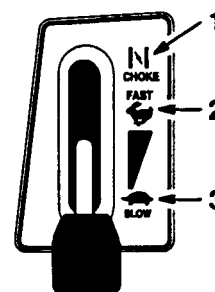

Fig. 10
4. Sæt gashåndtaget på "CHOKER" (CHOKE) (fig. 10).
6. Når motoren starter, flyt langsomt gashåndtaget til "HURTIGT" (FAST) (fig. 10). Hvis motoren går i stå eller hakker, skal gashåndtaget sættes tilbage på "CHOKER" (CHOKE) et par sekunder. Derefter sættes gashåndtaget på "HURTIGT" (FAST). Gentag dette efter behov.
1. Sæt gashåndtaget på "LANGSOMT" (SLOW) (fig. 10).